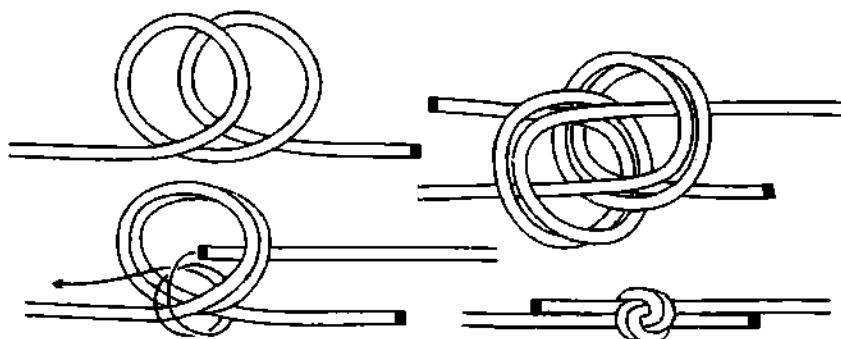

Рис. 764. Калышковый узел.
**Калышковый узел** лучше использовать только для постоянного связывания верёвок одинакового диаметра, так как узел сильно затягивается и развязать его почти невозможно (рис. 764). В этом узле сила трения очень велика, она и не даёт ходовым концам высокользнути. После того, как узел завязан, его необходимо хорошенько обтянуть, так как он ползёт некоторое время после завязывания. Если вторым концом сделать не два шлага, а 5 и более, то такой узел несколько легче развязать.